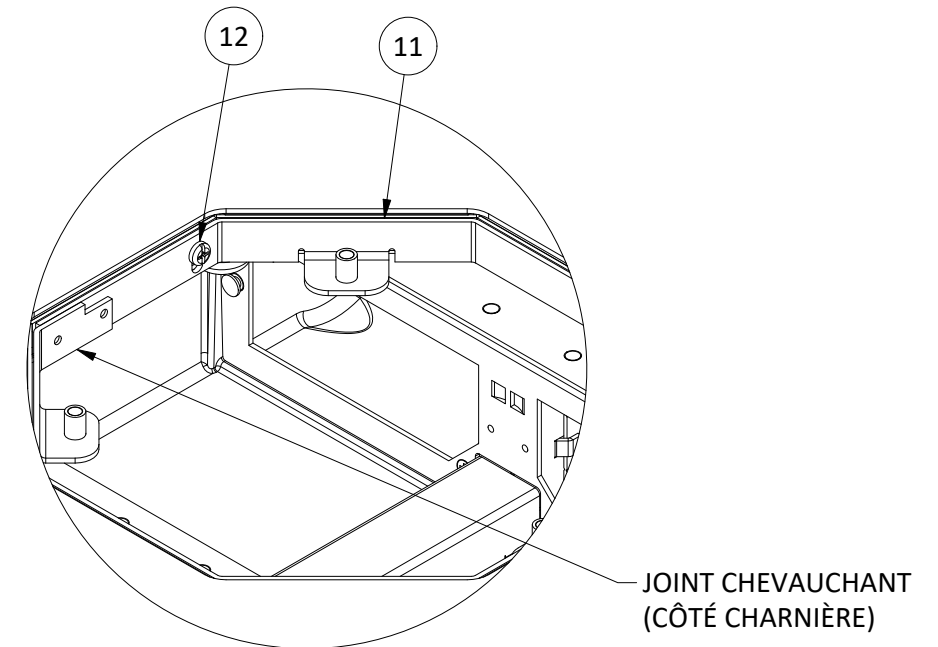

FIGURE 3
18. Orient cover support collar [11] as required by removing and reinstalling screws [12]. Lap joint in collar defines the hinge location of the cover (SEE FIGURES 3 & 4)
21. Seal the gap around the cover support collar [11] with a continuous bead of electrical grade type RTV silicone sealant (SEE FIGURE 3).
16. Tirer et arranger les fils. Pour un système de conduit non métallique, raccorder un fil de mise à la terre séparé pour joindre la vis de terre (10) et la prise.
18. Orienter le collier de soutien du couvercle [11] au besoin en retirant et en réinstallant les vis [12]. Le joint à recouvrement du collier définit où se trouvera la charnière du couvercle (CONSULTER LES FIGURES 3 et 4).
21. Obturer le jeu autour du collier de soutien du couvercle [11] avec un cordon continu de silicone de type RTV pour applications électriques (CONSULTER LA FIGURE 3).